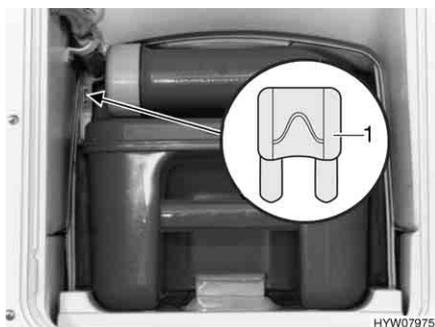

Fig. 118 Fusible del inodoro Thetford
- Cambiar el fusible (Fig. 118,1).